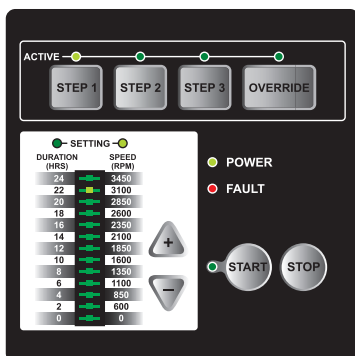

Figure 2 : LED Speed
2. Appuyez de nouveau sur la touche STEP 1 pour éditer le paramètre SPEED. La LED du paramètre SPEED s'allume. Le diagramme à barres montre le paramètre SPEED par défaut pour STEP 1, voir la figure 2.